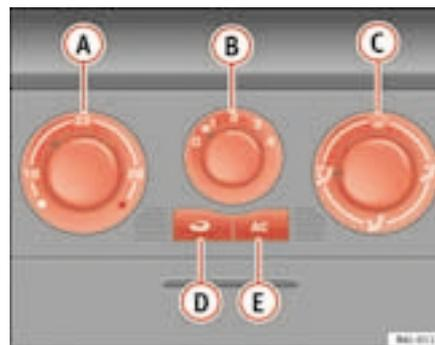

Fig. 91 Comandos do Ar Condicionado no painel de instrumentos
- Com os reguladores \Rightarrow fig. 91 A e C e com o interruptor B é ajustada a temperatura, a distribuição do ar e a velocidade do ventilador.
- Fechar os difusores ③.
- Abrir e orientar os difusores ④ em direcção às janelas.